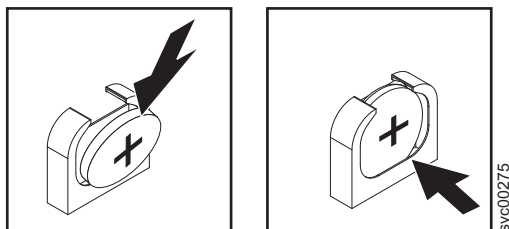

Figura 134. Suporte de Bateria CMOS do SAN Volume Controller 2145-DH8
- b. Pressione a toda a bateria no soquete até que ela se encaixe no lugar. Certifique-se de que o grampo da bateria prenda a bateria firmemente, conforme mostrado na Figura 134.